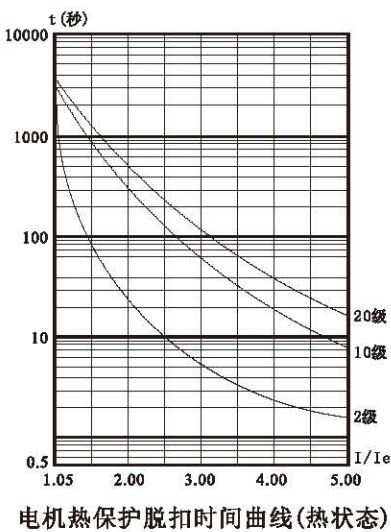

图9
- e)、运行过载保护时间：以设置项F6最大工作电流为基准作反时限热保护，脱扣保护时间曲线如图9。
- ① 初级保护禁止了外接瞬停端子功能，同时仅保留了过热、短路和主回路故障保护，适用于需无条件紧急起动的场合，如消防系统等。
- ② 轻载、标准、重载三个保护级别具备完全的保护功能，区别在于电机过载热保护时间曲线不同。其电机热保护时间参数见下表和图9。
- ③ 高级保护在起动时的保护标准更为严格，其他保护功能参数与标准保护设置相同。
- e)、按IEC60947-4-2标准的电机热保护脱扣时间曲线如下图9：